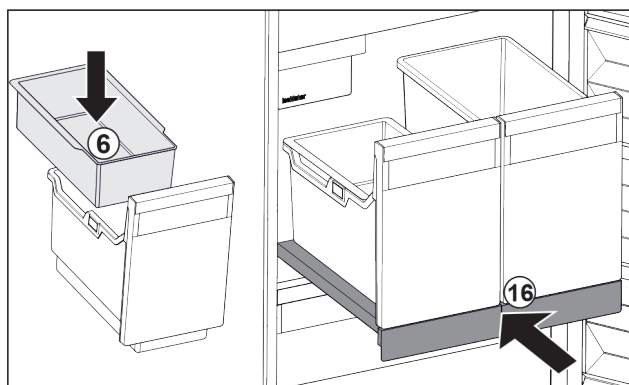

Fig. 40
- ▶ Włożyć półkę zawieszoną Fig. 40 (6) na kostki lodu.
- ▶ Wsunąć wysuwaną półkę z pojemnikiem (IceTower). Fig. 40 (16)